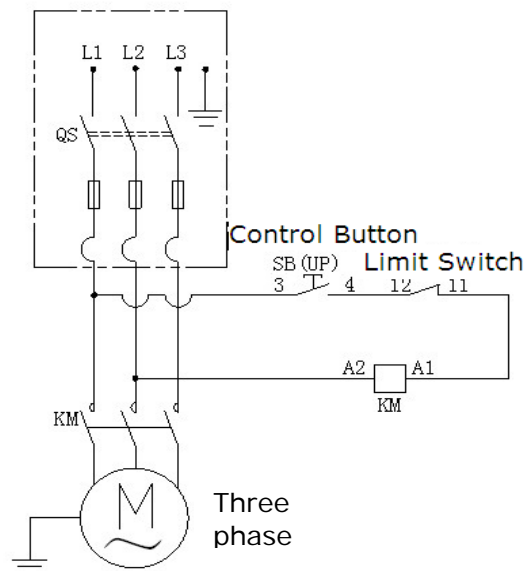

Fig. 39
1. Circuit Diagram (See Fig. 39).